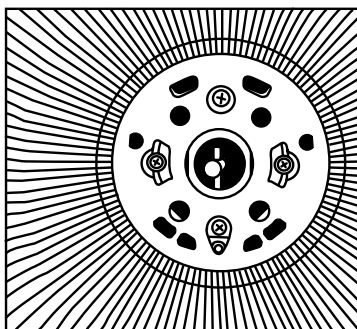
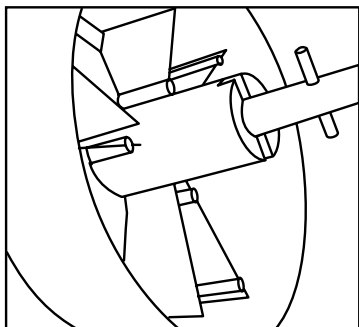

Fig. 3
Fig. 4
- Desenrosque del eje del motor la capucha (2) y el aro (4) y quite también el protector del eje (18) que hay entre ambos. Coloque la rejilla posterior (5) sobre el eje (7) de forma que los salientes existentes en el eje del motor coincidan con los orificios que hay en la rejilla posterior (5). **Fig 3**.
- Fije esta rejilla al eje utilizando para ello el aro (4), ajústelo en el sentido de las agujas del reloj.
- Inserte las aspas (3) de forma que las hendiduras que hay en su parte posterior se integren con los salientes existentes en el eje del motor. Fije las
- aspas girando la capucha (2) en el sentido contrario a las agujas del reloj. Compruebe que giran perfectamente. **Fig. 4.**
- Monte la rejilla frontal (1) insertando en la guía existente en el aro de unión (6) la rejilla posterior (5). Se escuchará un "clic". La patilla de fijación (7) debe quedar centrada en la parte inferior.
- Cierre la patilla de fijación (7) y atornille el tornillo de seguridad.